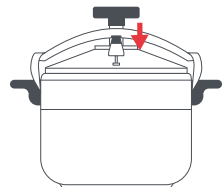

Fig. 10
1. Placez la soupape pivotante (22) sur le conduit d'évacuation de vapeur (23) (Fig. 10).
2. Augmentez l'intensité de la source de chaleur jusqu'à sa puissance maximale. Si vous utilisez une cuisinière au gaz, réglez les flammes afin d'éviter qu'elles s'étendent au-delà de la base de la cuve. Vous pourrez ainsi économiser de l'énergie et éviter d'abîmer les poignées latérales (9) et le joint en silicone (8).